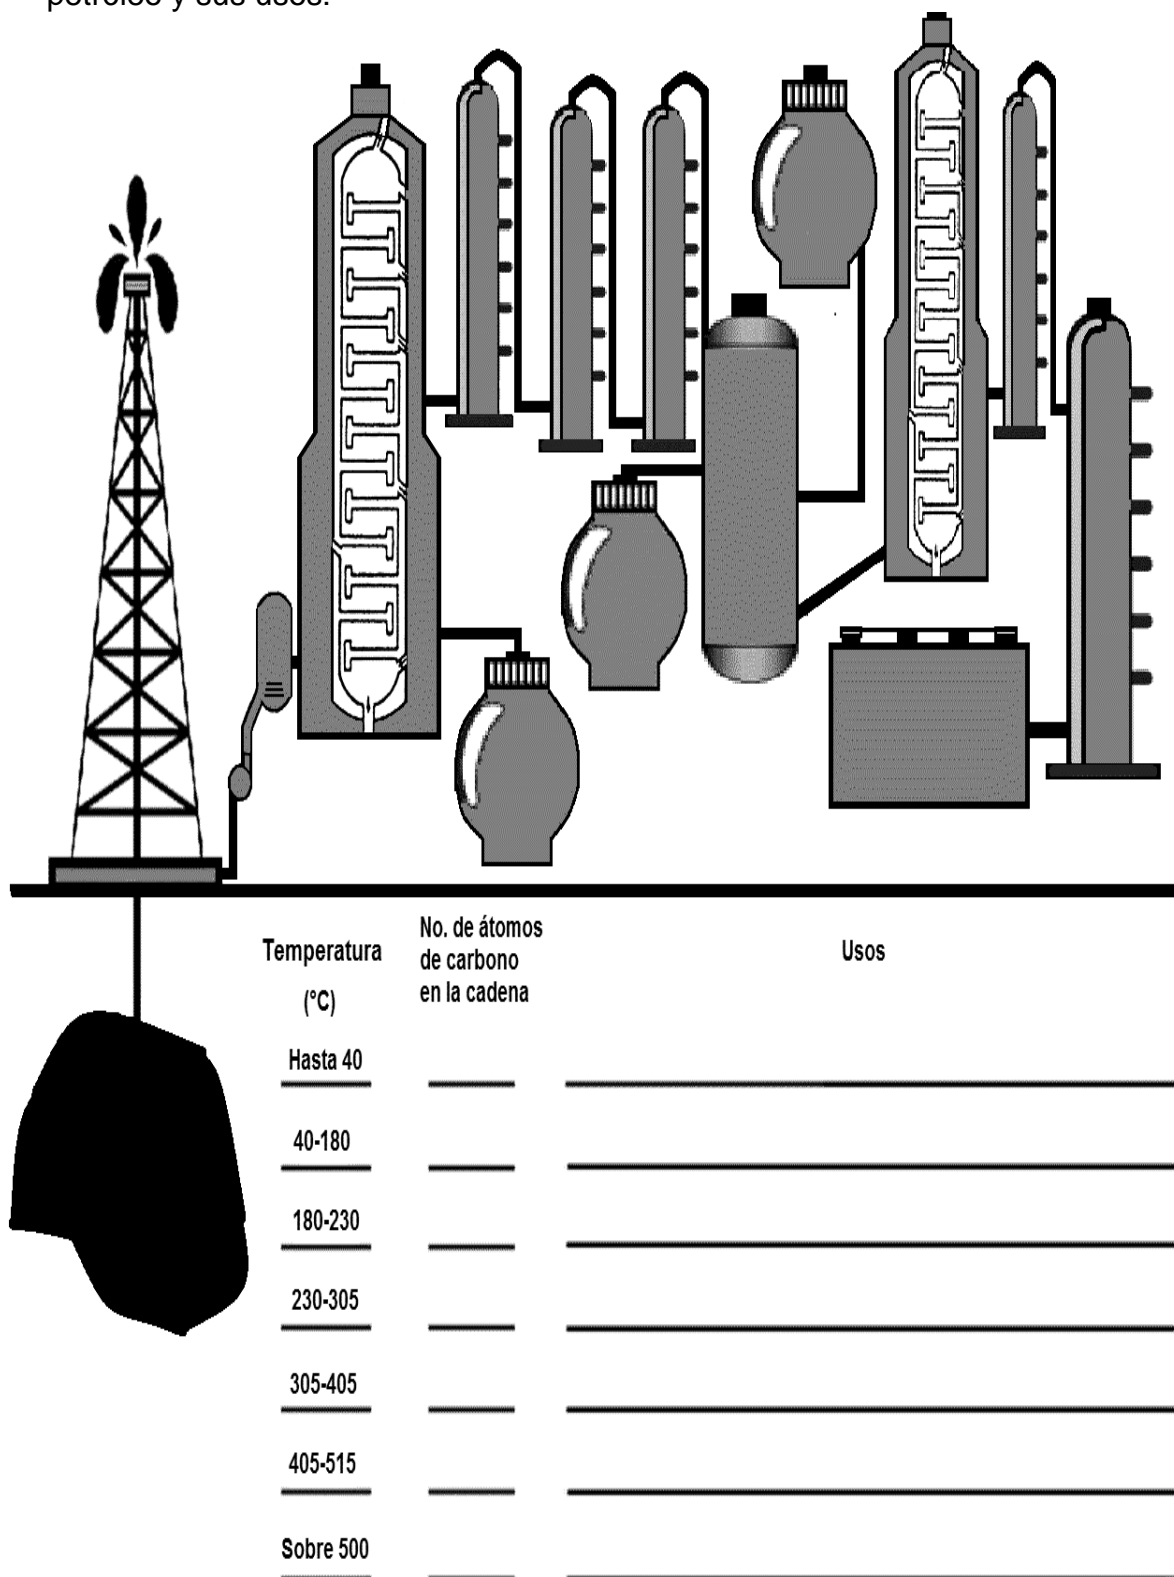

Figura 3.2 Esquema de la refinación del petróleo
11. Escribe en la figura 3.2 los productos que se obtienen de la refinación de petróleo y sus usos: